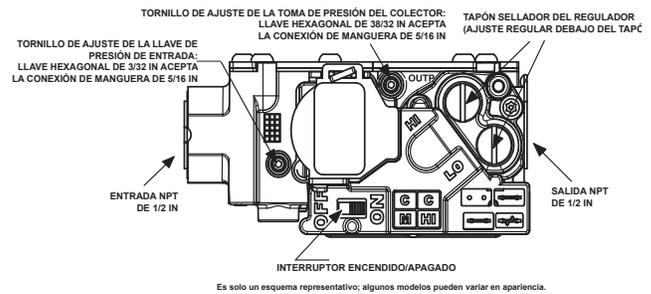

Fig. 64 – Válvula de gas con puertos de presión de torre
2. Ajuste la presión del múltiple para obtener una alta tasa de entrada de fuego. Consulte la Fig. 64.
- b. Quite la tapa de ajuste del regulador de presión de la válvula de gas de calor alto y gire el tornillo de ajuste de calor alto (3/16 in o un destornillador de punta plana más pequeño) hacia la izquierda (hacia afuera) para disminuir la tasa de entrada o hacia la derecha (hacia adentro) para aumentar la tasa de entrada. Consulte la Fig. 64.
1. Ajuste la presión del múltiple para obtener una baja tasa de entrada de fuego. Consulte la Fig. 64.
- h. Quite la tapa de ajuste del regulador de presión de la válvula de gas de calor bajo y gire el tornillo de ajuste de calor bajo (3/16 in o un destornillador de punta plana más pequeño) hacia la izquierda (hacia afuera) para disminuir la tasa de entrada o hacia la derecha (hacia adentro) para aumentar la tasa de entrada. Consulte la Fig. 64.